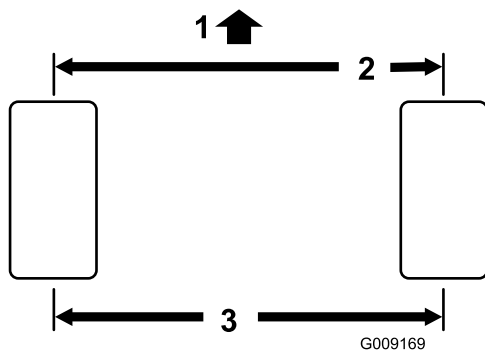

Figura 47
1. Mida la distancia entre centros (a la altura del eje) en la parte delantera y trasera de los neumáticos de dirección (Figura 47).